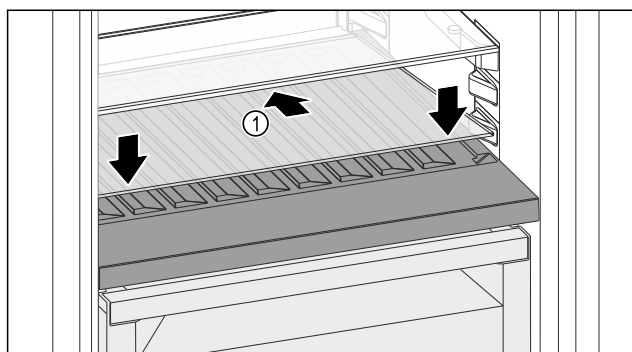

Fig. 144
- Nasadte sklenú dosku Fig. 144 (1) šikmo a naklonenú smerom dozadu nadol.
- Spustite sklenú dosku Fig. 144 (1) vpredu.